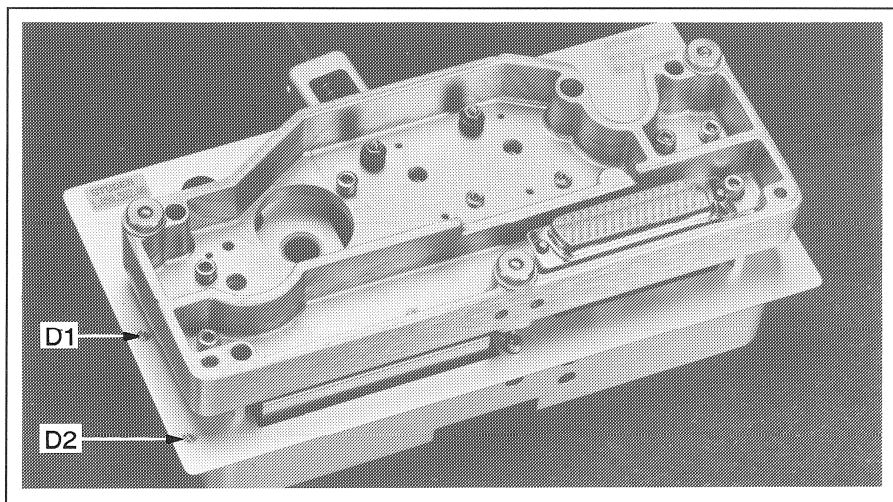

Fig. 3.4.47 Befestigungsschrauben D1 und D2 des Bandabweisers.
- Bandabweiser (Schrauben D1 und D2) entfernen (Fig. 3.4.47).